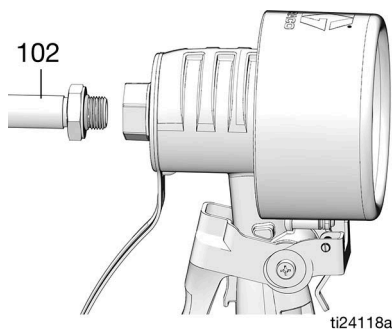

FIG. 5
- b. Enrosque a extensão (102) no compartimento do medidor, como mostrado na FIG. 5, até chegar ao fundo.